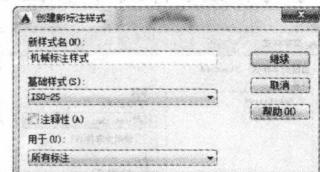

图 1-19 “创建新标注样式”对话框
- 单击“新建”按钮，弹出如图 1-19 所示的“创建新标注样式”对话框。